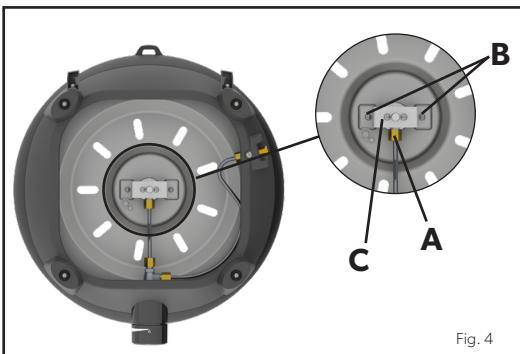
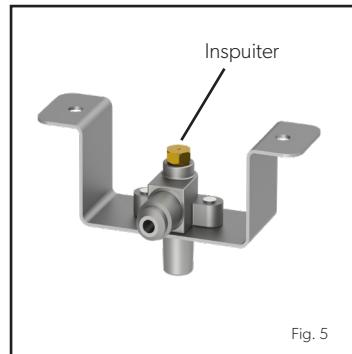

Fig. 4
Fig. 5
- We raden aan om de inspuiters elke zes (6) maanden te reinigen of te vervangen om een blijvende efficiënte werking van uw apparaat te garanderen.
Om de inspuiters te vervangen, verwijdert u alle losse oppervlakken van uw apparaat en draait u de basiseenheid ondersteboven. Draai met een geschikte sleutel de moer (A) los (Fig.4). Draai de 2 schroeven (B) los (Fig. 4). Verwijder de beugel (C) om de inspuiters bloot te leggen. (Fig. 5). Verwijder de inspuiters met een geschikte sleutel. Gebruik geen tang op de inspuiters aangezien dit de jet kan beschadigen, waardoor deze onbruikbaar of onmogelijk te verwijderen is. Schroef de nieuwe inspuiters in de ventiel. Draai niet te strak aan, omdat dit de inspuiters kan beschadigen.